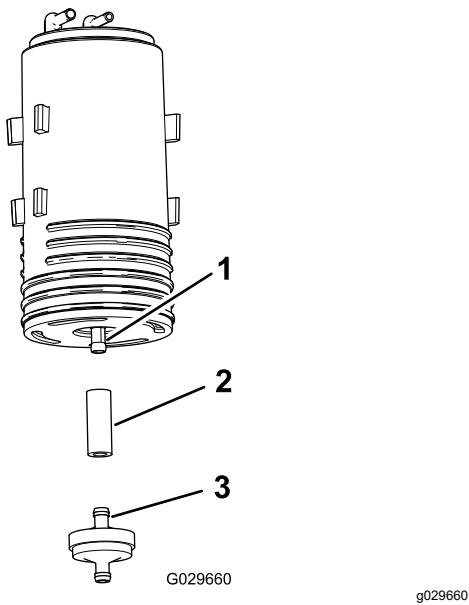

Figure 48
4. Déposez le filtre et le petit flexible du raccord inférieur sur l'ancienne cartouche (Figure 48).
5. Branchez le flexible au raccord inférieur de la nouvelle cartouche de charbon actif (Figure 48).
6. Insérez le raccord du nouveau de la cartouche dans le flexible (Figure 48).